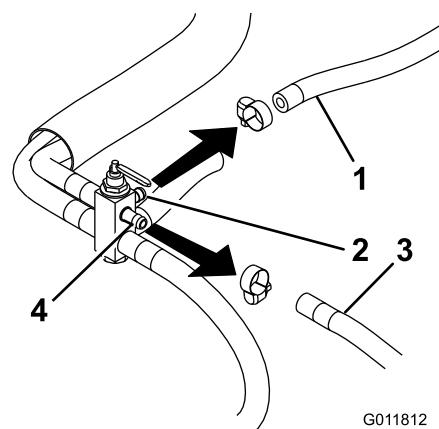

Figure 3
4. Débranchez le flexible de retour du moteur et de la vanne de sélection de carburant. Il est raccordé au raccord supérieur central (Figure 3).
5. Débranchez le flexible de carburant supérieur gauche de la vanne de sélection de carburant. Il est raccordé au raccord supérieur gauche (Figure 3).